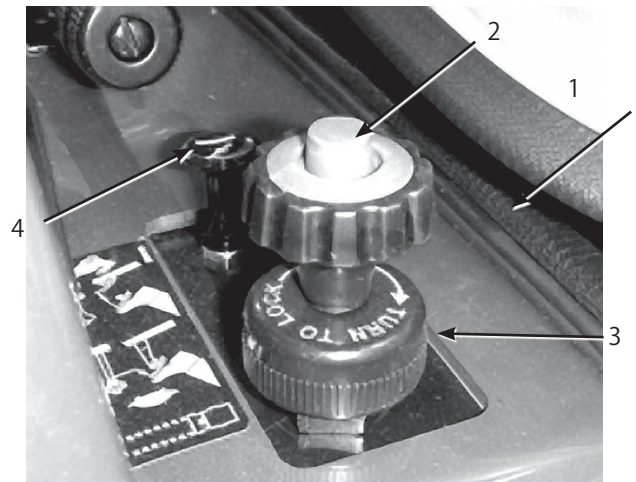

図14
運転席右側にある大きなノブ (図14) です。アクセル・ペダルの踏み込み量を制限して一定速度での走行を可能にします。
2. ボタンを押しながら、ノブを引き上げ、リミッタがアクセル・ペダルに当たったのが足に感じられたら、ボタンから指を離す(図14)。
4. 希望する速度にセットされたら、速度リミッタの根元にあるロック・ダイヤル(図14)を右に回して設定を固定する。ロックを解除する場合には、このダイヤルをゆるめる。
運転席右側にある小さなノブで操作します。(図14) エンジンが冷えている時にはチョークを引いてからエンジンを始動します。エンジンが始動したら、エンジンがスムーズに回転を続けられるように調整してください。なるべく早く *OFF* に戻すようにしてください。エンジンが温かい時にはチョークは不要です。